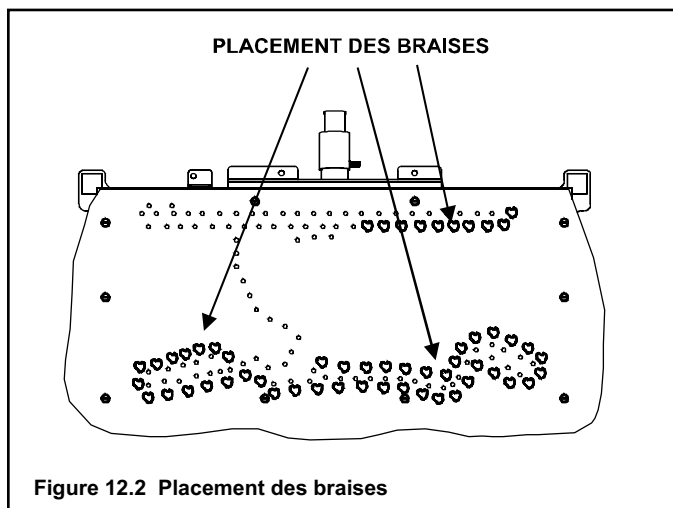

Figure 12.2 Placement des braises
- Faites bien attention à ne pas couvrir les orifices en plaçant les braises «Glowing Embers®» sur le brûleur. Placez les morceaux de braise de la taille d'un dix cents juste devant le chemin d'allumage mais pas sur ou entre les orifices (voir Figure 12.2). Pour une performance optimale, placez les braises au-dessus des orifices arrière comme montré à la figure 12.2. Le défaut de suivre cette procédure est susceptible de causer des problèmes d'allumage et de suie.
Retirez les quatre loquets de la rainure sur le châssis de la vitre. Enlevez la porte vitrée de l'appareil (voir Figure 12.2).